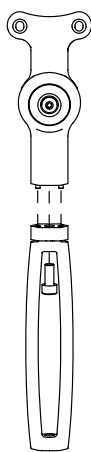

Figure 4.
4. Alignez la béquille de rechange sur la base à l'aide des broches d'alignement. **Référez-vous à la figure 4.**
5. Vissez la nouvelle vis fournie dans le haut de la béquille et dans la base à l'aide de la clé 5mm hexagonale, comme illustré à la **figure 4**. Serrez la vis à un couple de 6,0 Nm.